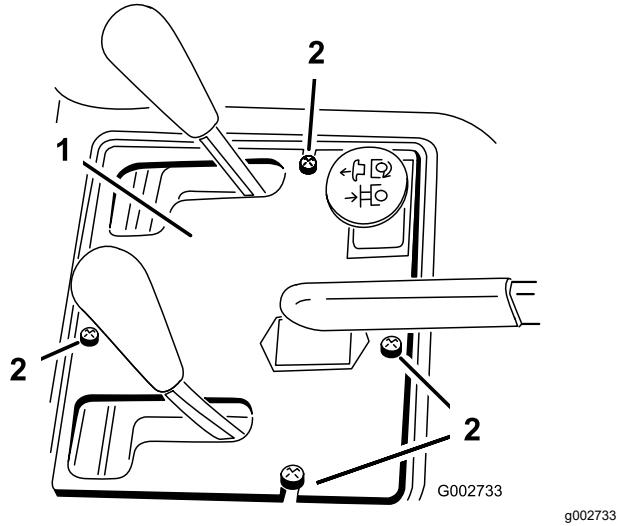

Bild 37
2. Nehmen Sie die vier 4 Schrauben ab, mit denen das Armaturenbrett am Rahmen befestigt ist (Bild 37).